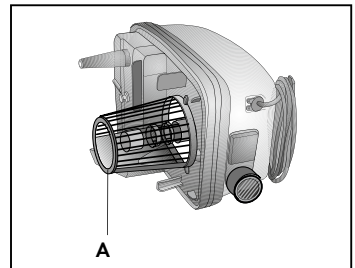

Fig. 21
- Svuotare il serbatoio di recupero (2).
- Attivare la funzione aspirazione con il tasto aspirazione (19) ed aspirare l'acqua con gli accessori precedentemente utilizzati per la pulizia.
- Svuotare il serbatoio di recupero (2) e ripetere l'operazione se necessario.
Ogni qualvolta si esegue la pulizia della parte inferiore dell'apparecchio, pulire il filtro (A) nella parte esterna da eventuali residui solidi (Fig. 21).